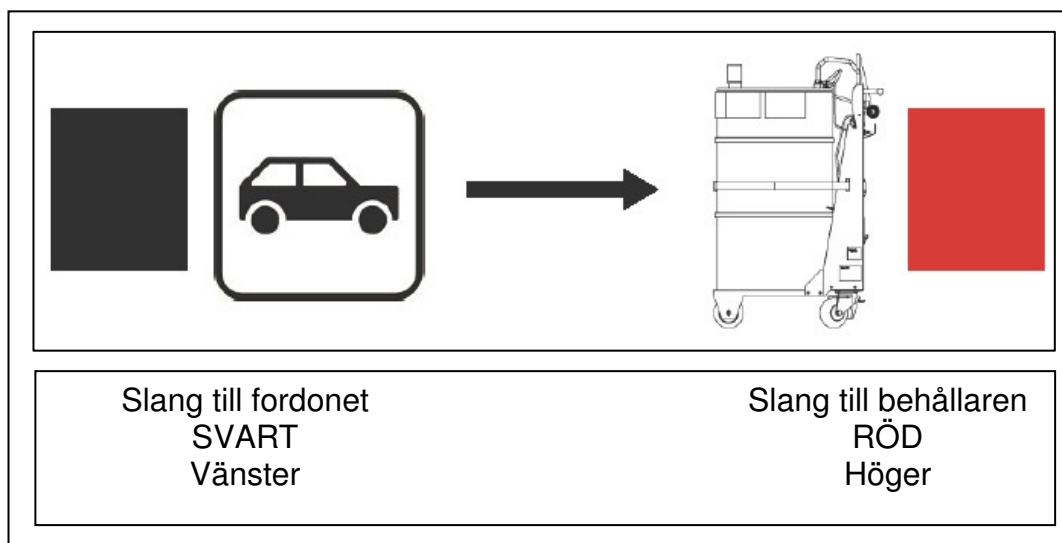

Bild 4
3. Koppla matningsslangarna för driftsätt "utsugning", se bild 4.